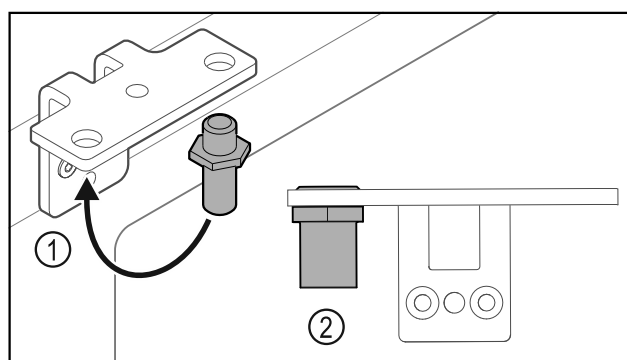

Fig. 34
- ▶ Mettre l'axe Fig. 34 (1) dans l'autre trou de l'équerre de charnière.
- ▶ Serrer l'axe Fig. 34 (2) au **couple de 12 Nm**.